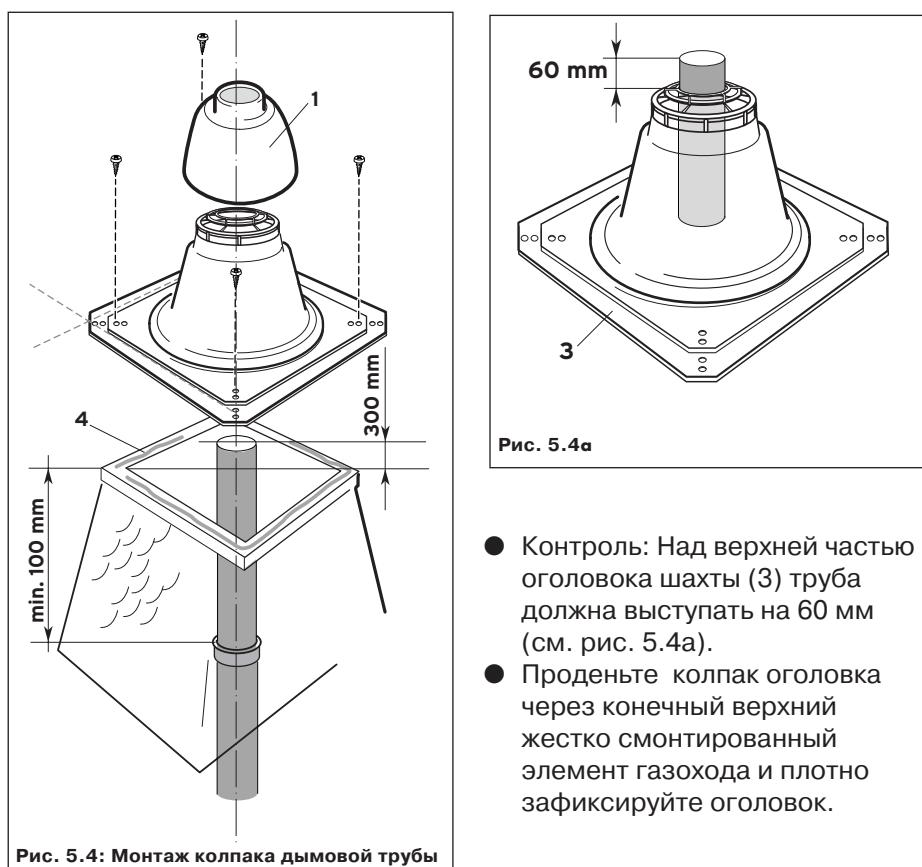

Рис. 5.4: Монтаж колпака дымовой трубы
- Просверлите отверстие в задней стенке шахты и установите консоль (1).
- Закрепите опорное 90°-колено (2) на фиксирующем устройстве опорной консоли (1).
- Надвиньте на газовыпускную трубу с интервалом не более 5 м по одному распорному элементу (3).
- Опустите с помощью троса (5) первую секцию газовыпускной трубы (5) настолько глубоко, чтобы можно было насадить на ее конец следующую секцию (6).
**Самая верхняя секция не должна иметь раструба. Соблюдайте размеры, указанные на рис. 5.4.**
- Выполните уплотнение края выходного отверстия шахты силиконом (4).
- Вы можете уменьшить размер основания оголовка (3) (отшлипив край).
- Контроль: Над верхней частью оголовка шахты (3) труба должна выступать на 60 мм (см. рис. 5.4а).